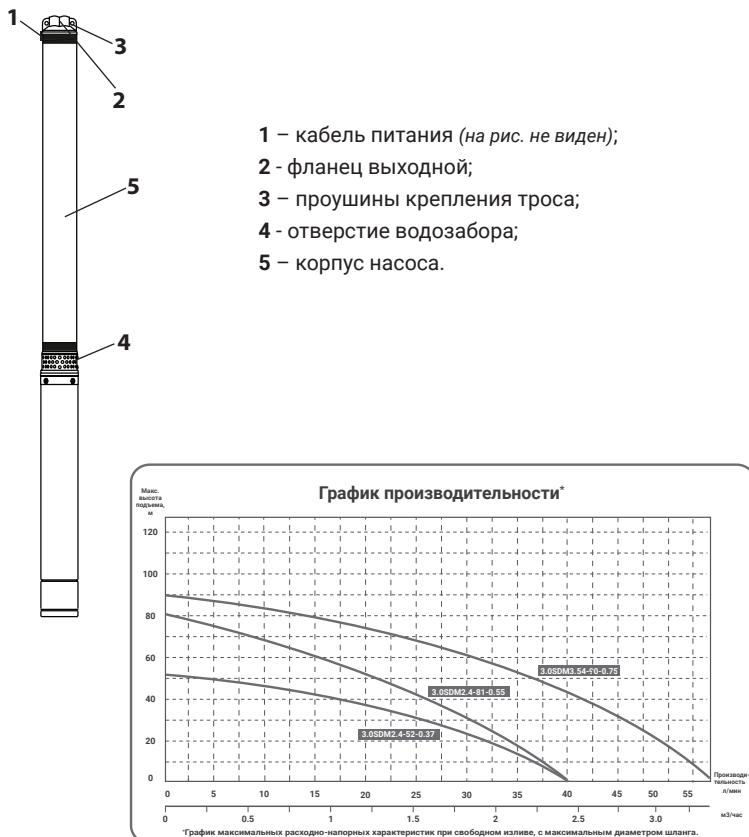

рис.1
## 6. Общий вид насоса и график производительности представлен на рис.1
7. Двигатель и насос расположены в нержавеющем корпусе (рис.1 поз.5). Насос приводится в действие асинхронным двигателем переменного тока. Подключение насоса к сети осуществляется кабелем питания (рис.1 поз.1) со штекерной вилкой с заземляющим контактом. Насос начинает работу при подключении к сети питания.